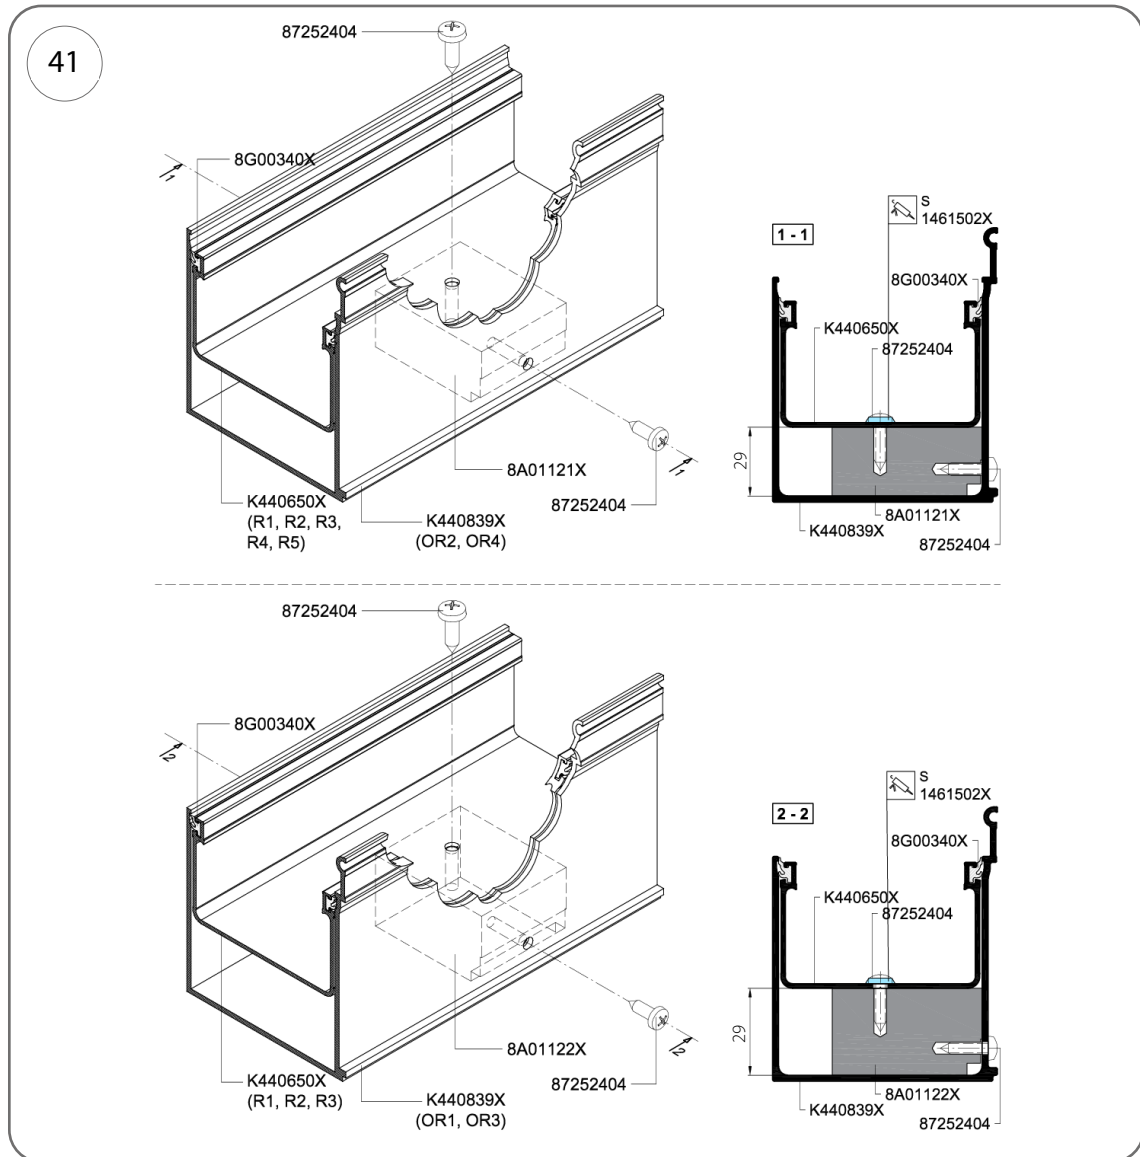

Abb. 41
5. Führen Sie die Rinne K440650X in das Rinnengehäuse K440839X ein und befestigen Sie sie am Gehäuse wie in Abb. 41 dargestellt.
Abb. 41 zeigt die Verbindung der Rinne K440839X mit ihrem Gehäuse K440839X.
Die Verbindung dient dazu, die Fallhöhe der Dachrinne zu bilden. Dazu muss gemäß Abb. 41 in der Mitte der Dachrinnenlänge der Abstandhalter Kat.-Nr. 8A01121X oder 8A01122X mit Schrauben  $\varnothing 4,2 \times 16$  mm (Kat.-Nr. 87252404) befestigt werden.